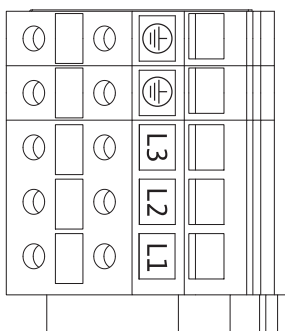

Fig. 26: Terminais de potência (terminais de ligação de rede)
- Terminais de potência (terminais de ligação de rede) (fig. 26)